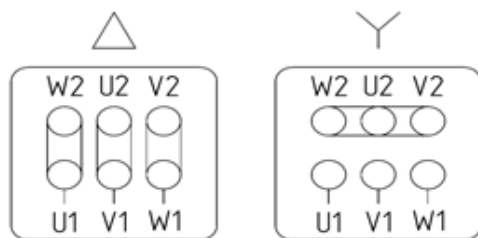

Рис. 11 Схема клеммных соединений
При прямом пуске двигатель должен использоваться по типу подключения, указанному на фирменной табличке электродвигателя и в технической документации. Двигатель можно подключать по схеме «звезда» (Y) или по схеме «треугольник» (Δ) (См. Рис. 11). Информация о схеме подключения каждого агрегата, так же указала в Приложении В.